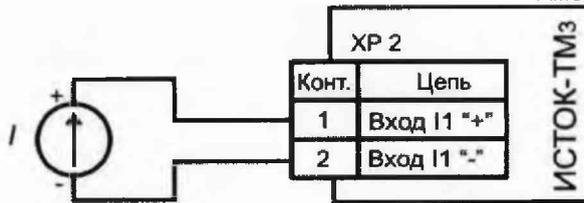

Рисунок 1.3 – Пример подключения датчика к **ИВх «01»** вычислителя
1.6.2 Подключение к **ИВх «01» - «08»** датчиков с токовым выходным сигналом (ДД, ДлД, расходомеров) выполняется по двухпроводной схеме с соблюдением полярности подключения (см. рисунок 1.3).